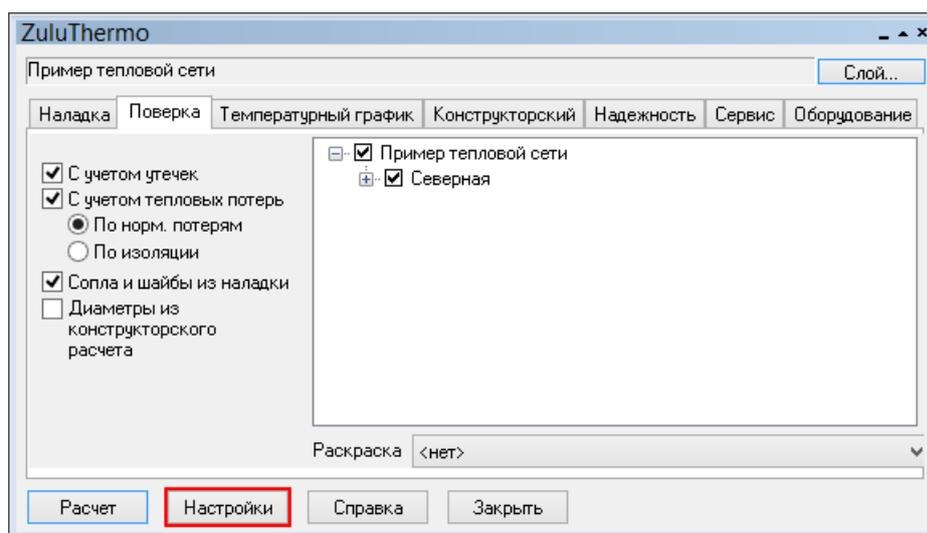

Рисунок 9.1. Панель теплогидравлических расчетов
1. Выполните команду главного меню Задачи|ZuluThermo, либо нажмите кнопку  панели инструментов. Откроется панель выполнения теплогидравлических расчетов (см. Рисунок 9.1, «Панель теплогидравлических расчетов»).